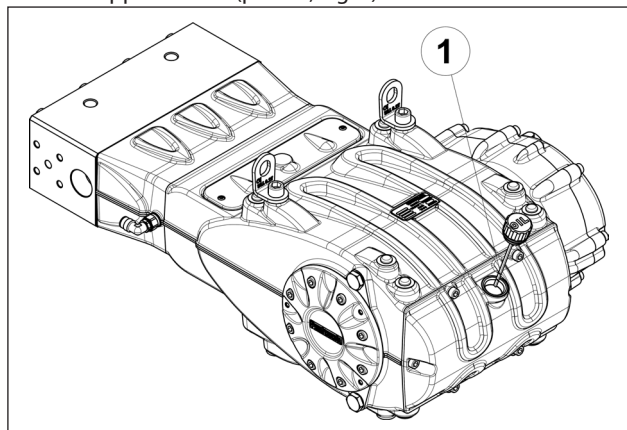

Fig. 9
5. L'olio nel carter pompa sia al livello previsto verificandolo con l'apposita asta (pos. ①, Fig. 9).